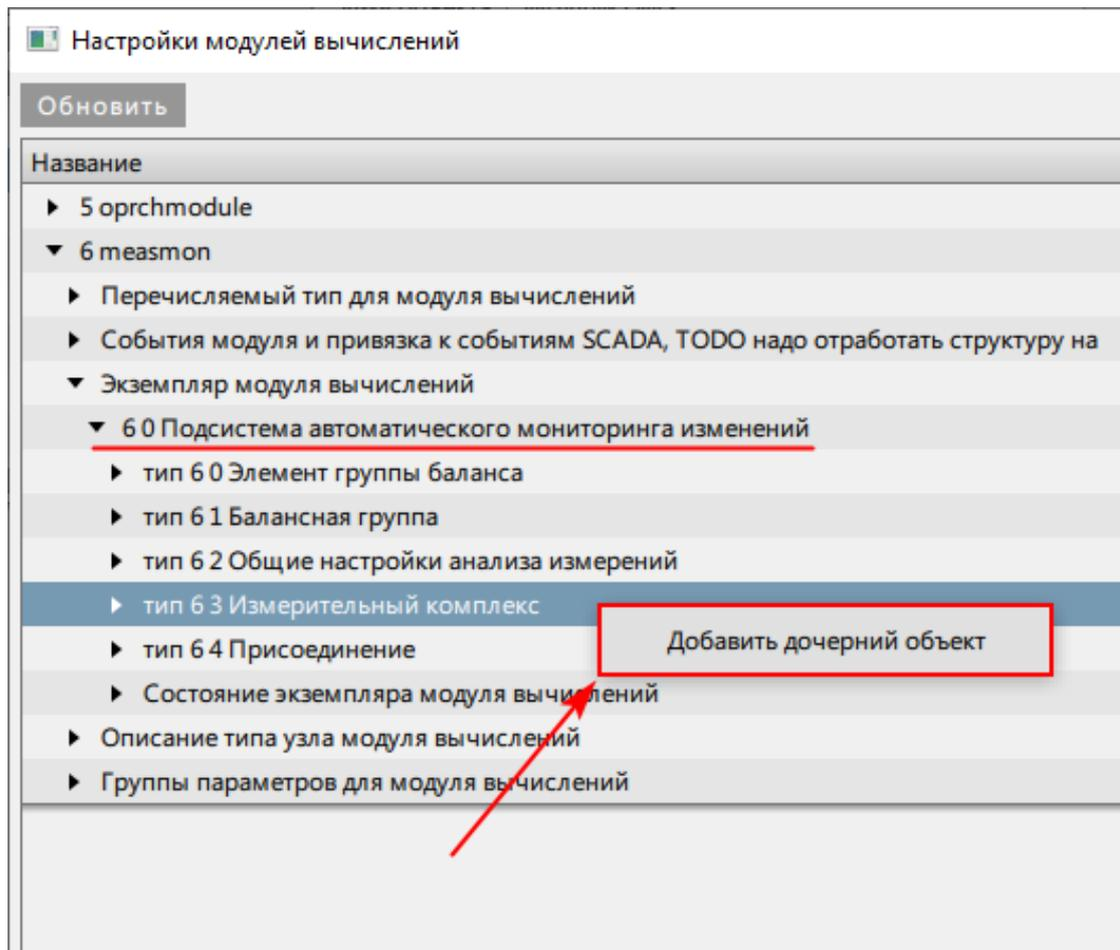

Рисунок 429 - Измерительный комплекс
2. Нажмите  по **тип 6 3 Измерительный комплекс** и выберите **Добавить дочерний объект** (Рисунок 429). Добавьте то количество измерительных комплексов, которое будет использоваться для мониторинга изменений.